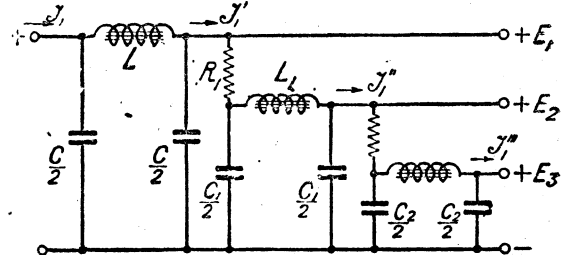

Рис. 12
Если эта емкость окажется слишком большой, можно к емкости прибавить и дроссель, т. е. включить после  $R_1$  обычный фильтр. Этот фильтр рассчитывается, как обычно, следует только помнить, что омическое сопротивление дросселя прибавится к сопротивлению  $R_1$ . Такой фильтр на три напряжения с разной пульсацией показан на рис. 12.
9) Переходим к трансформатору; из кривой рис. 12